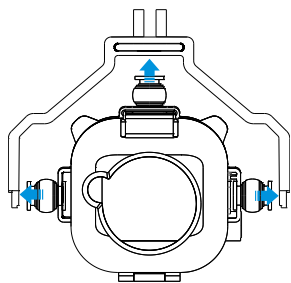

图 1
1. (图 1) 安装减震球。
1. (图 1) 安装 Micro-SD 卡到相机中。